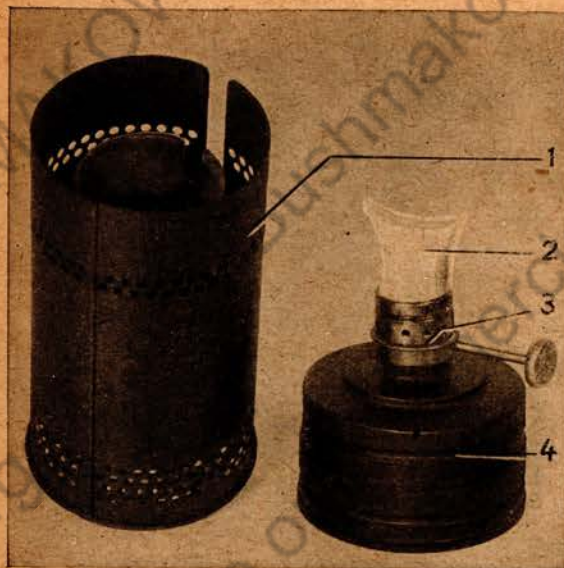

Bild 16
- Bild 16 Dochtlampe für Sammleraufwärmung, zerlegt